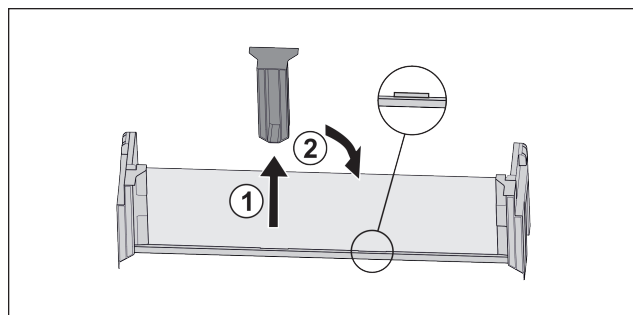

Fig. 94
- ▶ Mittleres Halteteil abziehen Fig. 94 (1).
- ▶ Mittleres Halteteil auf zweiter Position einsetzen Fig. 94 (2).